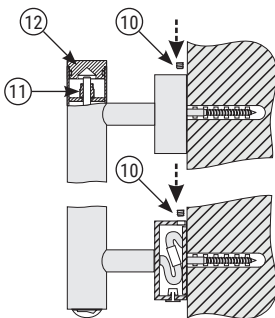

Рис.5
- 4.16. Прижать до упора весь ЭПС к стене и с усилием зафиксировать стопорные винты в кронштейнах и в корпусе коробки (рис. 5).
- 4.17. В конструкции изделий предусмотрена возможность подтяжки поворотных секций между собой, т.к. в процессе эксплуатации возможен естественный износ элементов. Для этого необходимо извлечь из верхнего торца декоративную заглушку и повернуть гайку по часовой стрелке с небольшим усилием (рис. 5).